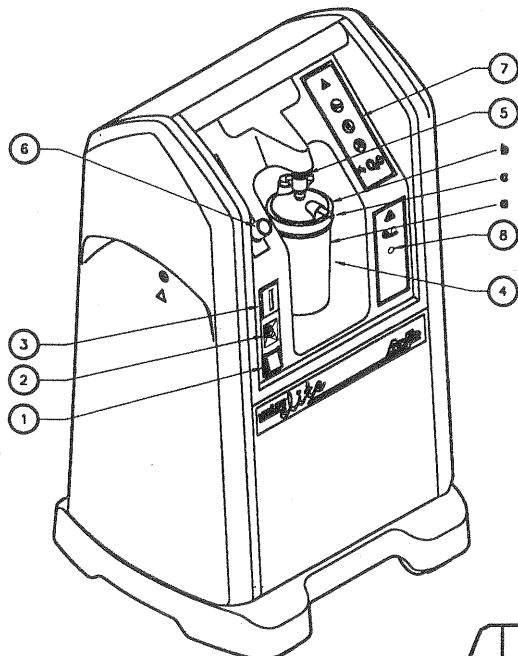

Fig. I.1
I. 1. Front panel (Fig. I. 1).....	2-GB
I. 1. Front panel (Fig. I. 1)